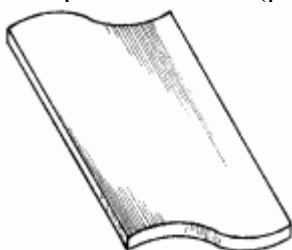
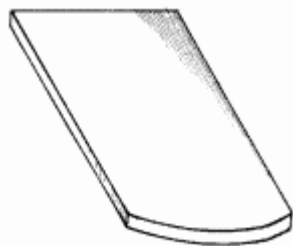

Рис. 5. Ленточная черепица с двойным загнутым краем «противень».
Рис. 6. Ленточная черепица с двойным загнутым краем «бобровый хвост».
- ленточная черепица с двойным загнутым краем, которая бывает двух типов: «противень» (рис. 5) и «бобровый хвост» (рис. 6).